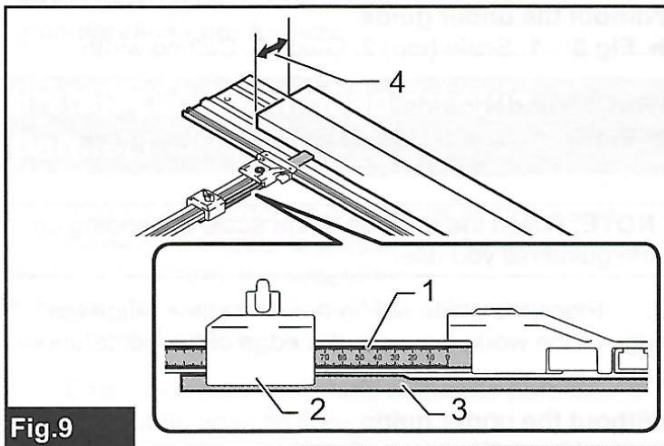

Fig. 9
► **Abb.9:** 1. Skala (Seite) 2. Führung 3. Unterführung 4. Schnittbreite